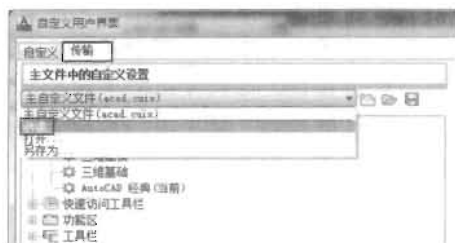

图 19-11
- (1) 在“自定义用户界面”对话框的“传输”选项卡中,从“自定义”下拉列表中选择“新建”,如图 19-11 所示。
(2) 从该下拉列表中选择“另存为”。在“另存为”对话框里输入该新文件的名字。要保证这个名字不同于现有的其他所有 CUI 文件。
(3) 转到“自定义”选项卡，从“所有 CUI 文件中的自定义”窗格的下拉列表中选择“主 CUI 文件”。然后单击该下拉列表右边的“加载部分自定义文件”按钮。在“打开”对话框中，找到局部 CUI 文件并单击“打开”。